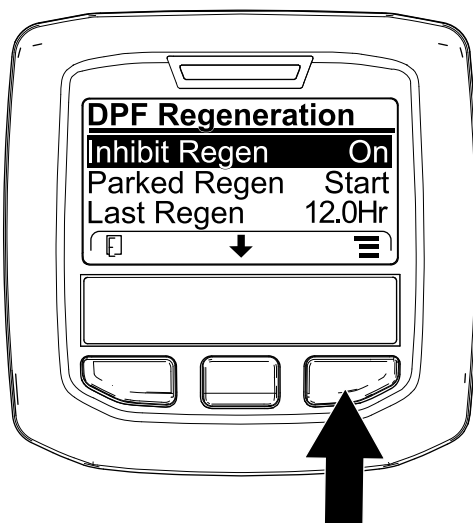
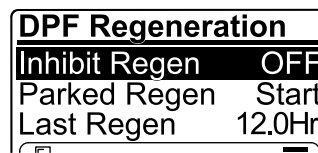

Figure 38
Figure 39
1. Accédez au menu Régénération du FAP, appuyez sur le bouton central pour défiler jusqu'à l'option INHIBIT REGEN et appuyez sur le bouton de droite pour sélectionner l'option Inhibit Regen (Figure 38).
2. Appuyez sur le bouton de droite pour faire passer le paramètre Inhibit Regen de On à Off (Figure 38) ou de Off à On (Figure 39).